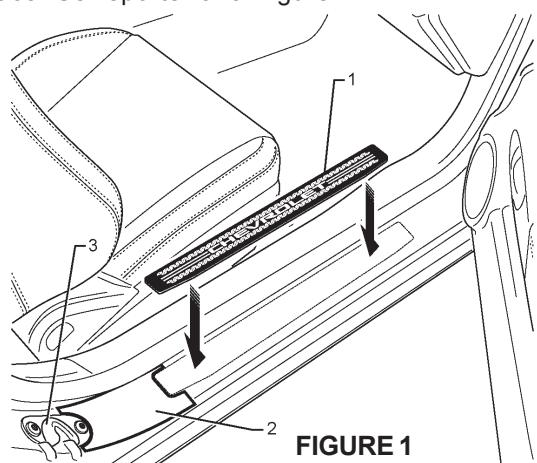

FIGURE 1
- Placer le gabarit (2) le long du bas de porte en prenant soin de positionner le bord arrière du gabarit autour du bord inférieur de la plaque d'alignement du guide de porte (3) et mettre à niveau avec la tôle d'ouverture de porte soulevée. Apposer un adhésif pour tenir le gabarit en place. Se reporter à la Figure 1.